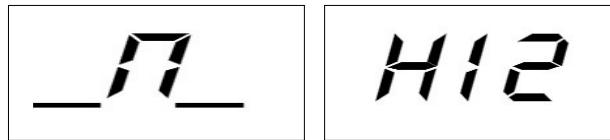

図 F5.3 情報「タイヤノズルを 12 時の位置に調整」
- 7) 停止後、図 F5.3 に示す情報が表示されます。利用可能な 2 つのオプションがあります。